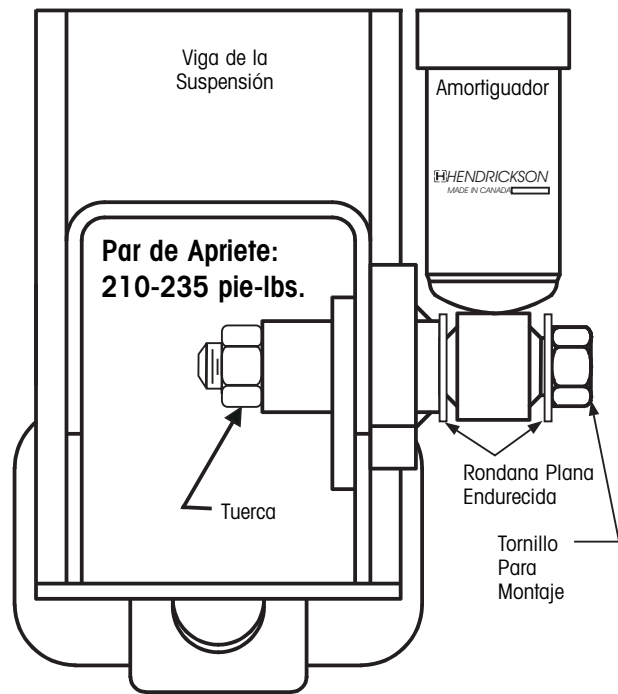

Figura 4. Visualmente verifique los componentes
- Visualmente verifique que toda la tornillería de los componentes fueron apretados (Figura 4).